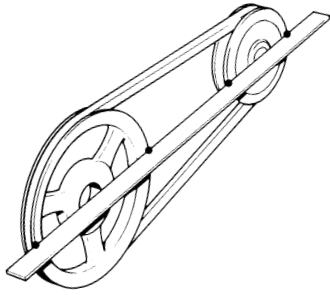

Fig. 45 Allineamento delle pulegge
- Assicurarsi che, dopo la regolazione, le due pulegge siano allineate. Per questo controllo, utilizzare una riga adeguata come illustrato in Fig. 45. La cinghia trapezoidale deve essere esattamente parallela alla riga, quando questa viene applicata vicino alla puleggia.